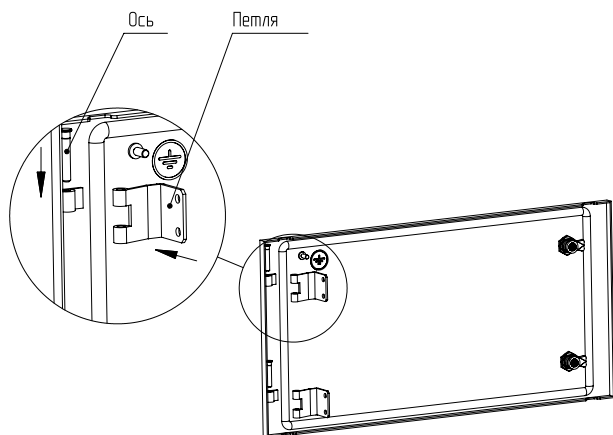

Рисунок 3
4.1.3 Установить петли в дверь, введя оси в петли двери (рисунок 3).